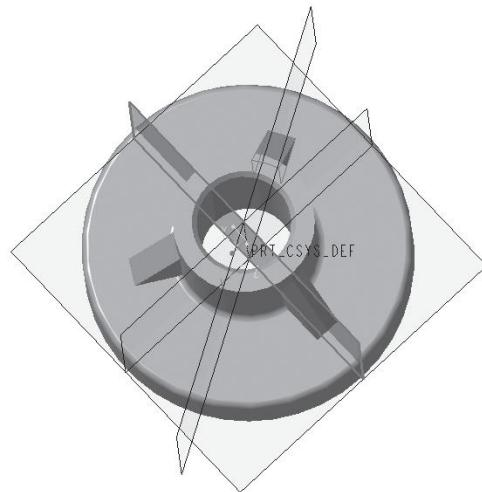

图 2-2-40 镜像平面2
(2) 再次单击“镜像”按钮，弹出“镜像平面”菜单，单击“RIGHT : F1(基准平面)”作为镜像平面。单击“确定”按钮，效果如图 2-2-40 所示。